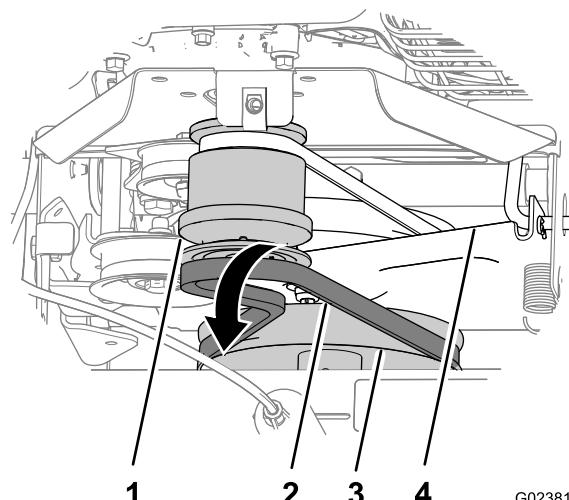

Figura 40
3. Mueva la correa hacia adelante y retírela de la ranura delantera de la polea del motor (Figura 40).
4. Retire la correa de la polea de la caja de engranajes del cepillo, mueva la correa hacia atrás entre la polea y el soporte del control de tracción, y retire la correa de la máquina (Figura 40).
1. Alinee la correa de repuesto entre la polea y el soporte del control de tracción (Figura 40).
2. Coloque la correa en la ranura de la polea de la caja de engranajes (Figura 40).
- Coloque la correa en la ranura delantera de la polea del motor (Figura 40).